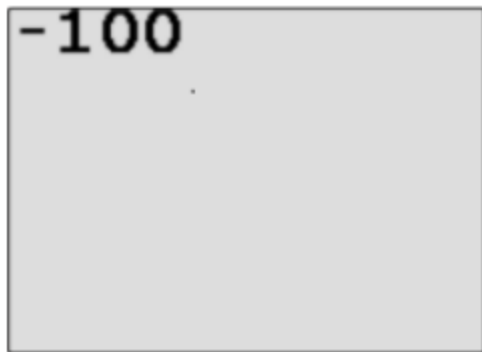

图 2-1
- 2) 用手转动马达，在屏幕上实时显示当前的马达角度数值，如本题图 2-1 所示；